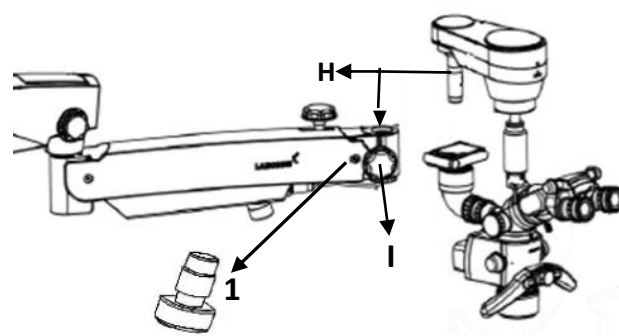

Figura 31
8. Abra otra caja y extraiga el conjunto del soporte ABA. Consulte la figura 31.
- a. Inserte el eje del brazo de equilibrio automático (ABA) (H) en el brazo de suspensión.
- b. Bloquee el brazo de equilibrio automático (ABA) con la perilla roscada (I).
- c. Asegúrese de que el tornillo de seguridad (1) esté instalado y apretado.